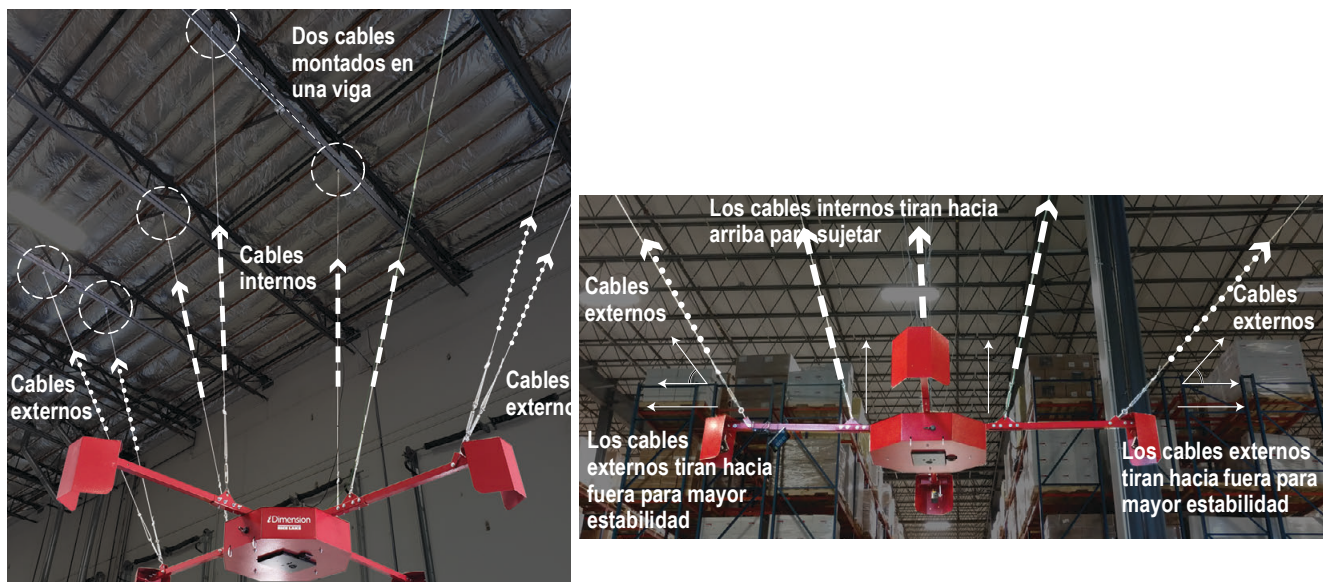

Figura 2. Cables de iDimension
12. Ajuste los tensores a una tensión opuesta uniforme para sujetar el dimensionador como en la Figura 2 en la página 2. El cable externo proporcionará estabilidad.